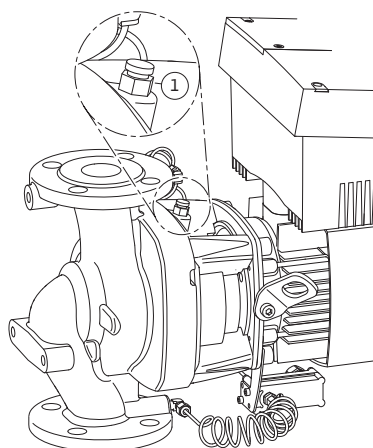

Fig. 49: Udluftningsventil
6. Gør pumpen trykløs ved at åbne udluftningsventilen (fig. 49, pos. 1).